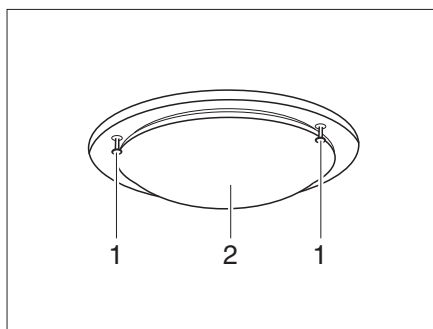

Fig. 174 Lámpara de techo
- Soltar los tornillos (Fig. 174,1) y quitar la cubierta de vidrio (Fig. 174,2) con precaución.